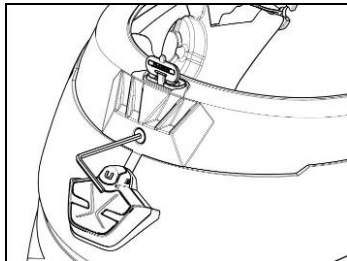

Fig. 7
- Genmonter pakningen på kanten og fastgør den med den relevante skrue (Fig. 7).